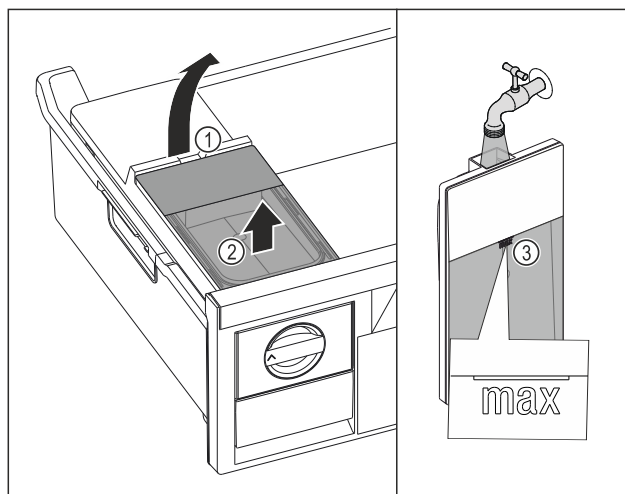

Fig. 79
- ▶ Podignite spremnik za vodu na otvoru Fig. 79 (1).
- Izvadite spremnik za vodu prema gore. *Fig. 79 (2)*
- Spremnik za vodu napunite pitkom vodom do oznake *Fig. 79 (3)*.